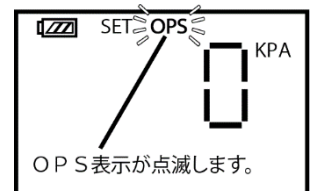

図4
- ① 本機の電源を入れ、『SET』ボタンを2回押し、ディスプレイにOPS設定画面を表示させてください（図4参考）。